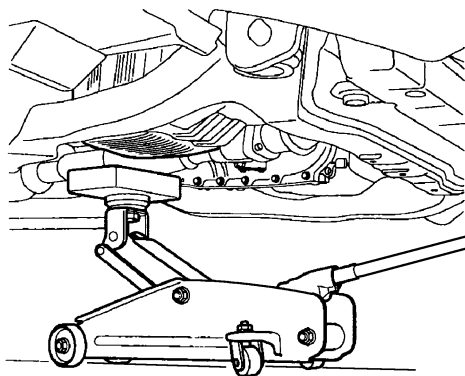

图 31-32 放置好千斤顶
① 把千斤顶放置到发动机油底壳处，千斤顶与油底壳之间要垫上木块，如图 31-32 所示。